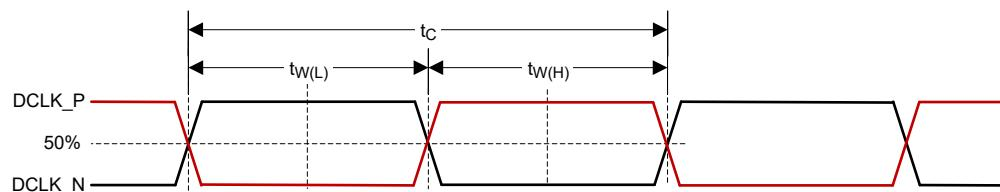

図 5-13. HSSI CLK の特性
(6) HSSI のパルス持続時間 High および Low については、図 5-13 を参照します。